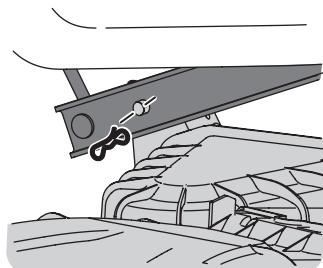

Figure 24
4. Placez-vous sur le côté gauche du plateau de coupe pour trouver la goupille située à l'arrière gauche. Voir Figure 24.
5. Retirez la goupille et faites sortir la goupille du bras de relevage. Voir Figure 24.